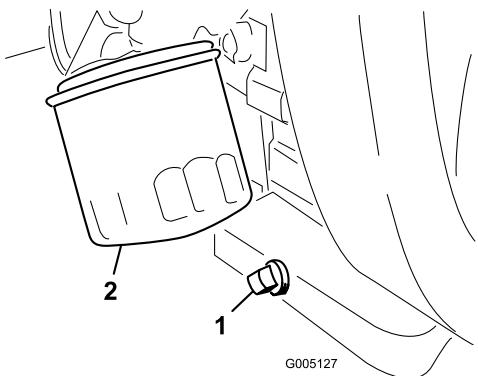

Figura 34
- Retire o tampão de escoamento (Figura 34) e deixe o óleo escorrer para um recipiente adequado. Quando o óleo parar, volte a montar o tampão de escoamento.
- Retire o filtro do óleo (Figura 34). Aplique uma leve camada de óleo limpo na junta do novo filtro.